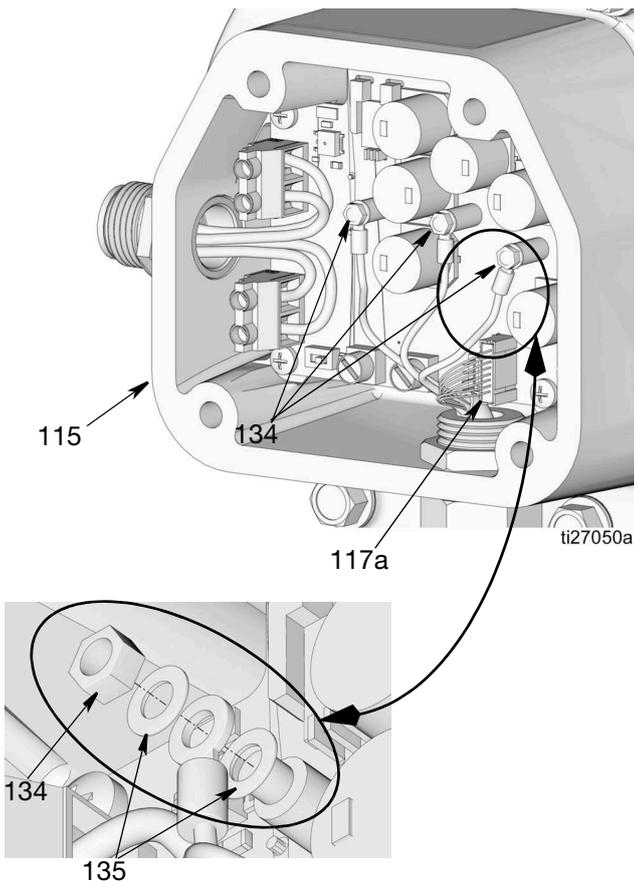

图 66
- 6. 拆下螺母 (134), 如图 66 所示。从端子上拆下垫圈 (135) 和电机接线。